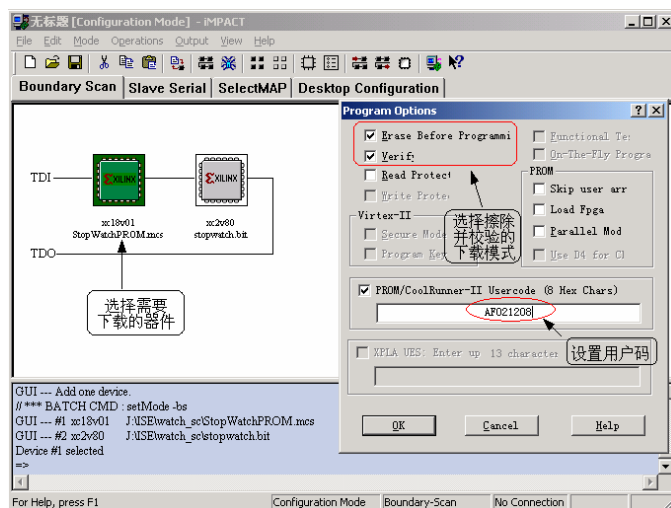

图9-97 FPGA/CPLD、PROM 下载配置图
- (5) 单击 **完成** 按钮，iMPACT 将自动连接到下载电缆并检测 Boundary-Scan 连接链，显示边界扫描链的结构，同时提示将为边界扫描链中的器件指定配置文件。单击常用工具栏的  (Debug Chain) 按钮可以完成相同的功能。
- (6) 完成配置文件指定后，用鼠标选中器件，单击鼠标右键弹出命令菜单，选中 **【Program】** 命令，按图 9-97 所示设置编程属性，单击 **OK** 按钮对 PROM 进行编程。